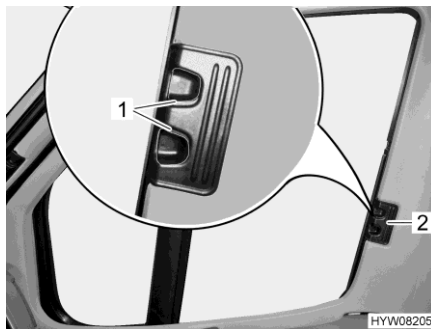

Fig. 14 Tendina oscurante pieghevole (finestrino del conducente/passeggero)
- Inserire la tendina oscurante pieghevole per la maniglia (Fig. 14,2) fino all'arresto.
- Fare innestare le maniglie di sbloccaggio (Fig. 14,1).